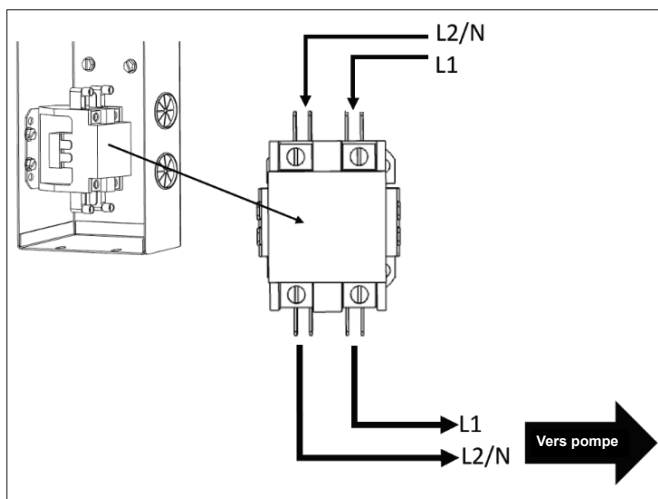

Figure 52. Détails électriques, contacteur de pompe
3. Raccordez le câble au contacteur de pompe comme indiqué à la **Figure 52**.
4. Acheminez les conducteurs des contacts secs à la pompe, comme indiqué à la **Figure 52**.